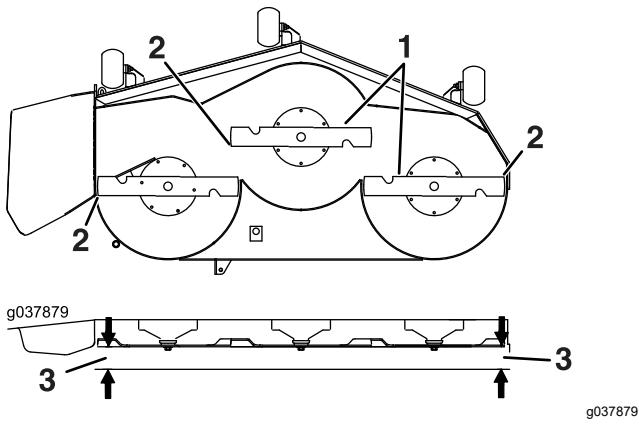

Figure 106
6. Mesurez la distance entre la pointe des lames et le sol plat (Figure 106). Si les deux mesures diffèrent de plus de 5 mm (3/16 po), ajustez l'horizontalité des lames; poursuivez cette procédure.
14. Tournez prudemment les lames pour qu'elles soient parallèles dans le sens transversal (Figure 106).